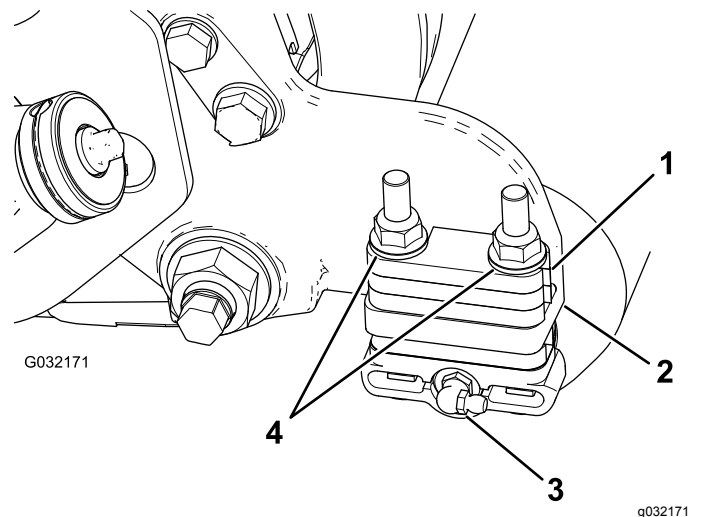

Bild 3
2. Nehmen Sie den Schmiernippel für die Rolle von der Seite der Schneideinheit ab, an der das Rollenbürstengehäuse montiert ist (Bild 3).
Montageflansch der Seitenplatte liegen (Bild 3).